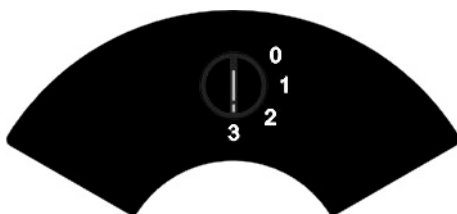

Fig. 2
- Seleccione la velocidad a la que desea que funcione el aparato, haciendo girar el selector de velocidad (Fig.2), según los siguientes valores: